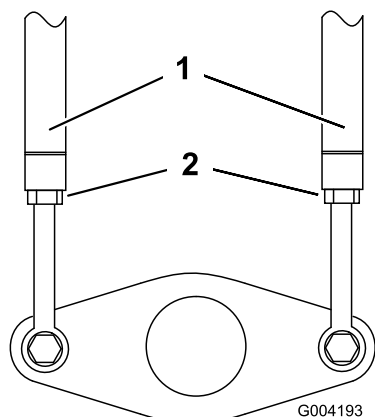

Bild 51
3. Lösen Sie die Klemmmuttern an den Zugstangen unter dem Armaturenbrett (Bild 51).